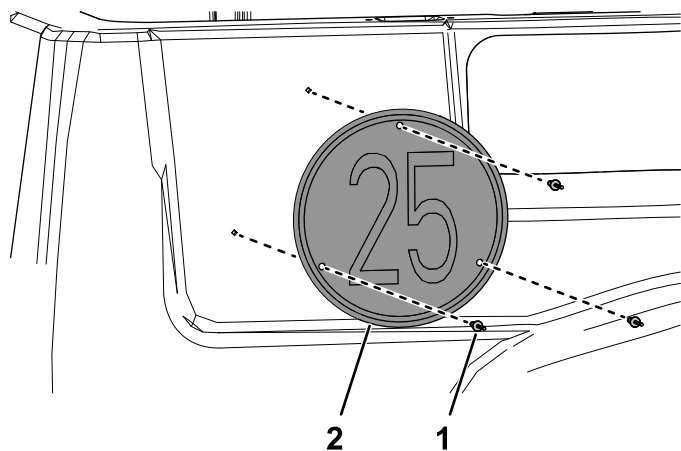

図 16
4. 荷台側面に速度表示板を取り付けるポップリベット3/16 x 15/16"3本で図 16 のように取り付ける。